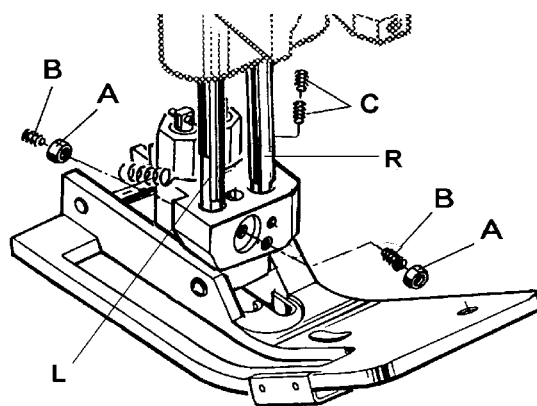

Fig. 16
Remove the needle and rotate handwheel until the feed dog is below the throat plate. Depress the presser foot lifter lever and insert the presser foot in the two presser bars (L and R, Fig. 16). The left presser bar (L) should only engage with its pivot in the opening of the presser foot shank.
Loosen the two lock nuts (A, Fig. 16) and align with the two set screws (B), the needle slot in the presser foot with the needle slot in the throat plate. Secure this setting with the two lock nuts (A).
Remueva la aguja y gire el volante hasta que el alimentador se encuentre debajo de la placa de la aguja. Presione la palanca del levantador del pie prensateclas e inserte el pie prensateclas en las barras (L y R, Fig. 16). La barra izquierda (LR) debería entrar solamente con el pivote en la apertura del pie prensateclas.
Aflobe las dos tuercas (A, Fig. 16) y alinee con los dos tornillos (B) el hueco de la aguja en el pie prensa tela contra el hueco de la aguja en la placa de la aguja. Asegure este ajuste con los dos tornillos (A).